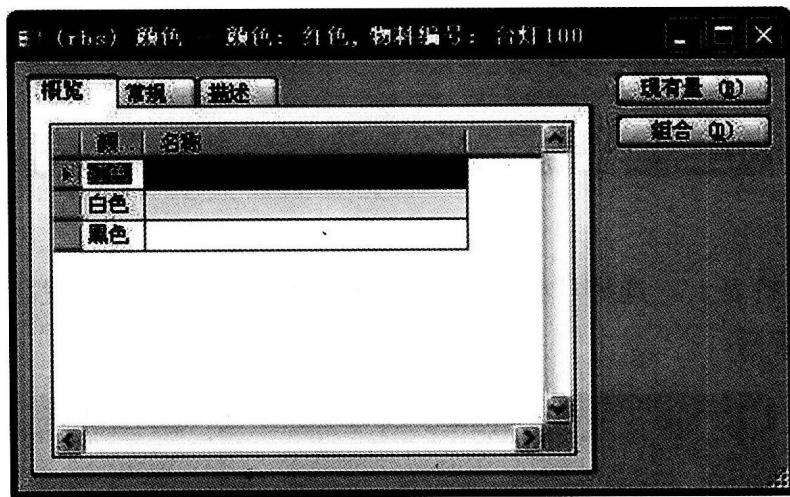

图 1—7
- 点击“设置”→“物料维度的组合”，点击“创建组合”，点击“全选”（见图 1—8）；